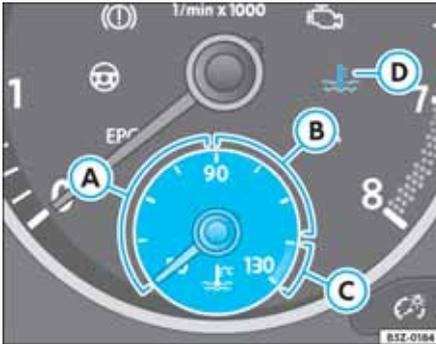

Fig. 41 Indicador de la temperatura del líquido de refrigeración
Evite los regímenes de rotaciones elevados y no someta el motor a grandes esfuerzos ⇒ fig. 41 (A)
En una conducción normal, el indicador deberá mantenerse dentro de esta faja de la escala de la temperatura. Cuando el motor es sometido a un gran esfuerzo, principalmente cuando la temperatura externa es elevada, el indicador podrá subir en la escala. Eso no será preocupante mientras la luz indicadora ⇒, fig. 41 (D)  no se enciende en el panel de instrumentos.